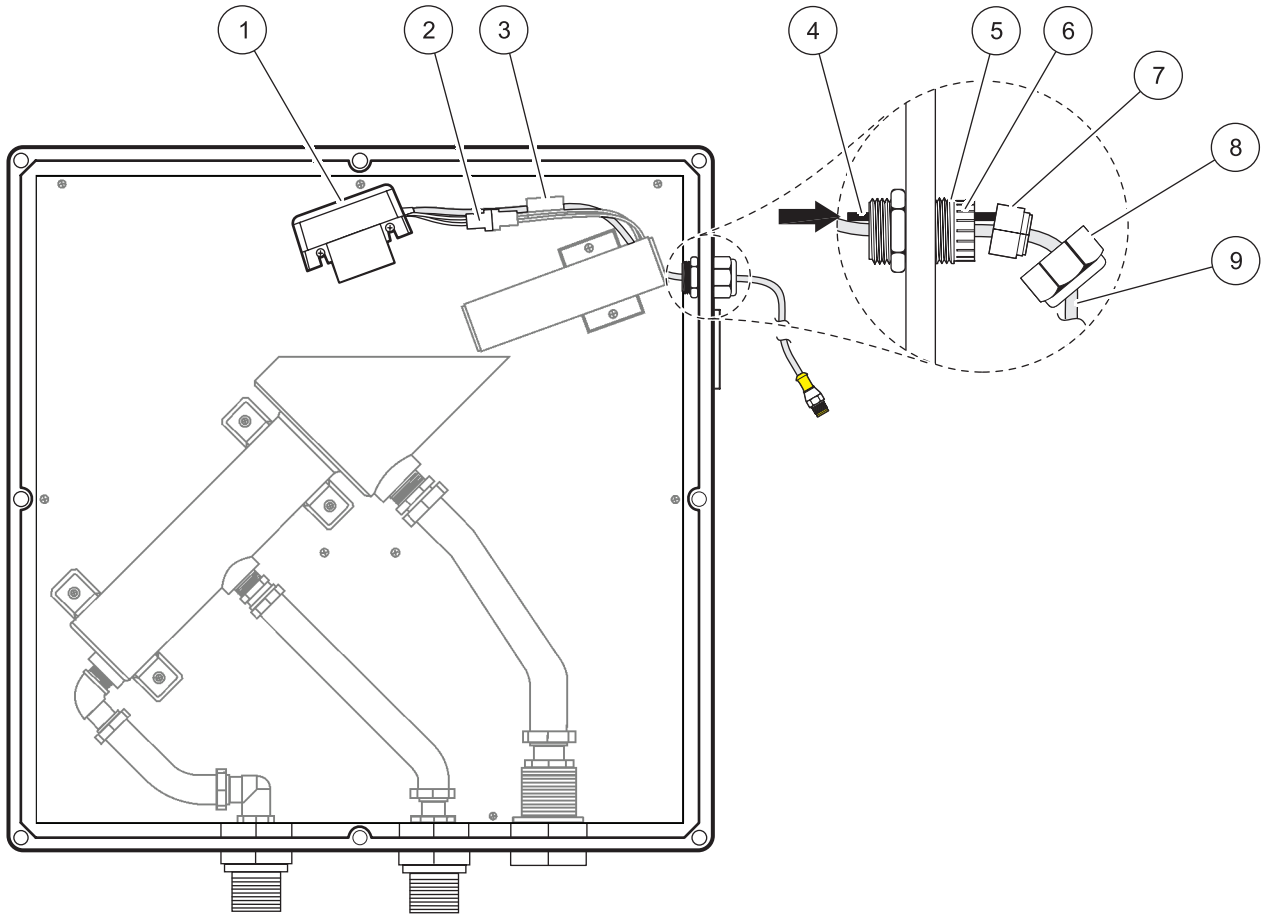

图 19 更换探测器总成
在部分 8.1 第 49 页中被作为更换件列出的探测器总成是一个密封的单元, 更换时要完全更换 (图 19)。
3. 从控制器上拆下探测器电缆。旋出螺母 (图 19, 零件 8), 并将它从探测器电缆上取下。
5. 将探测器电缆穿越去张力接头。打开电缆固定夹 (图 19, 零件 3), 取出电缆。
6. 拧下把探测器固定到 SS7 sc 型的外壳壁上的两个螺钉。将整个探测器取下来 (图 19, 零件 1)。
8. 将探测器电缆穿越去张力接头。更换探测器电缆上分开的扣眼（注意图 19 中的方向）。在固定夹处逆时针旋转扣眼，将扣眼按回到去张力接头中。